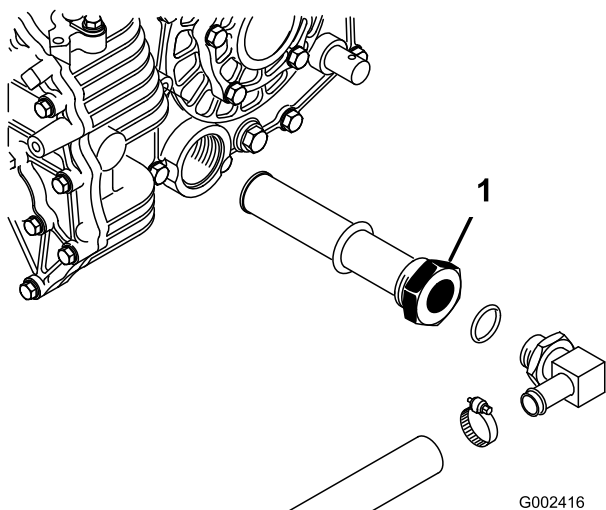

Figure 78
3. Notez l'orientation du flexible hydraulique et du raccord à 90° raccordé à la crépine sur le côté du réservoir (Figure 78). Déposez le flexible hydraulique et le raccord à 90°.